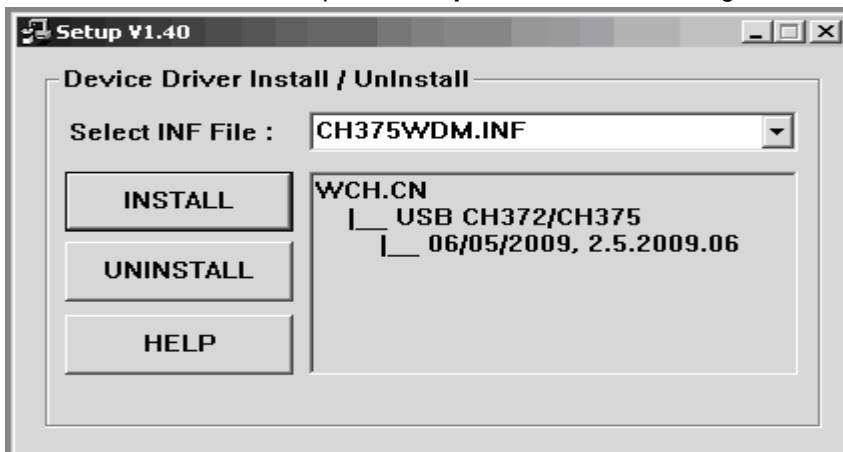

Abb. 5
5. Wählen Sie in der Menüleiste die Einstellungen unter **System Einstellungen (S)** an.
6. Wählen Sie den Unterpunkt **Setup USB Treiber** an. Folgendes Fenster öffnet sich (siehe Abb. 5)